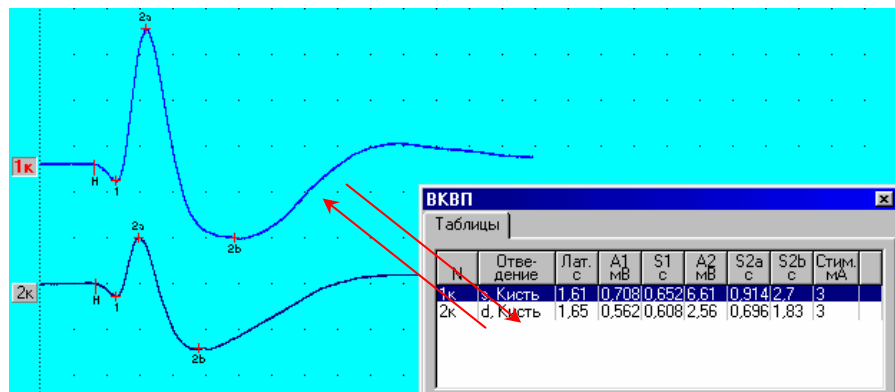

Рис. 3.49
22. При выделении (фокусировке) кривой автоматически выделяется соответствующая ей строка в таблице окна быстрого анализа. И, наоборот, при выделении строки в таблице окна быстрого анализа (с помощью мыши или клавиш-стрелок) происходит фокусировка соответствующей кривой (Рис. 3.49). Однако если строка таблицы соответствует не одной, а двум кривым (например, со скоростью проведения), то подобная взаимная синхронизация не производится.